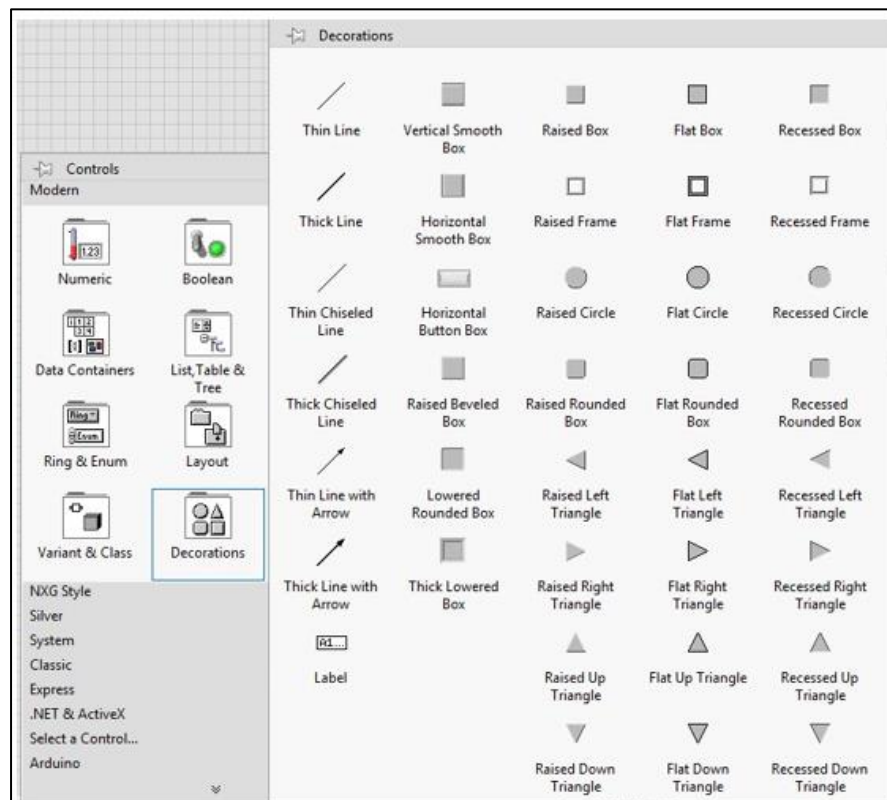

Рисунок 1.1 – Вибір елементів
2. На панелі Controls обираємо опцію Decorations і завдяки її інструментам зображаємо «світлофор», а також будуємо на ньому три LED індикатора в опції Boolean - Round LED (рис. 1.1).